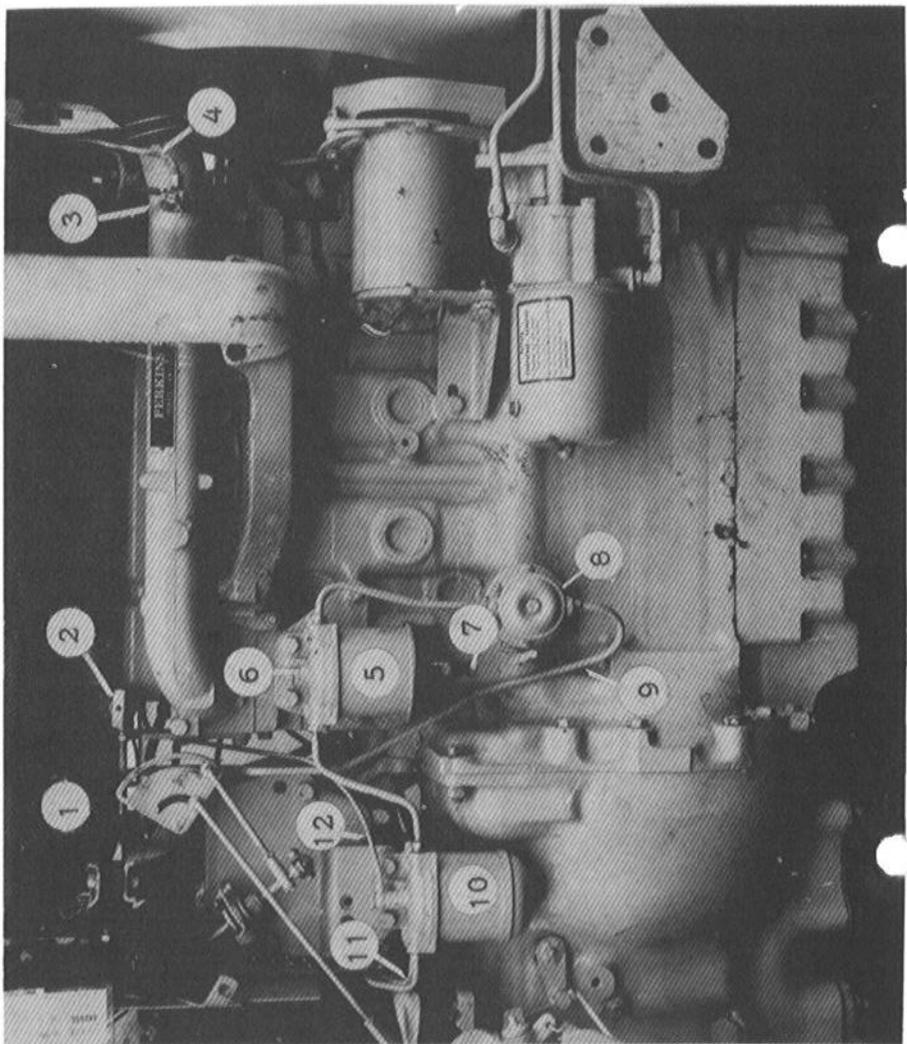
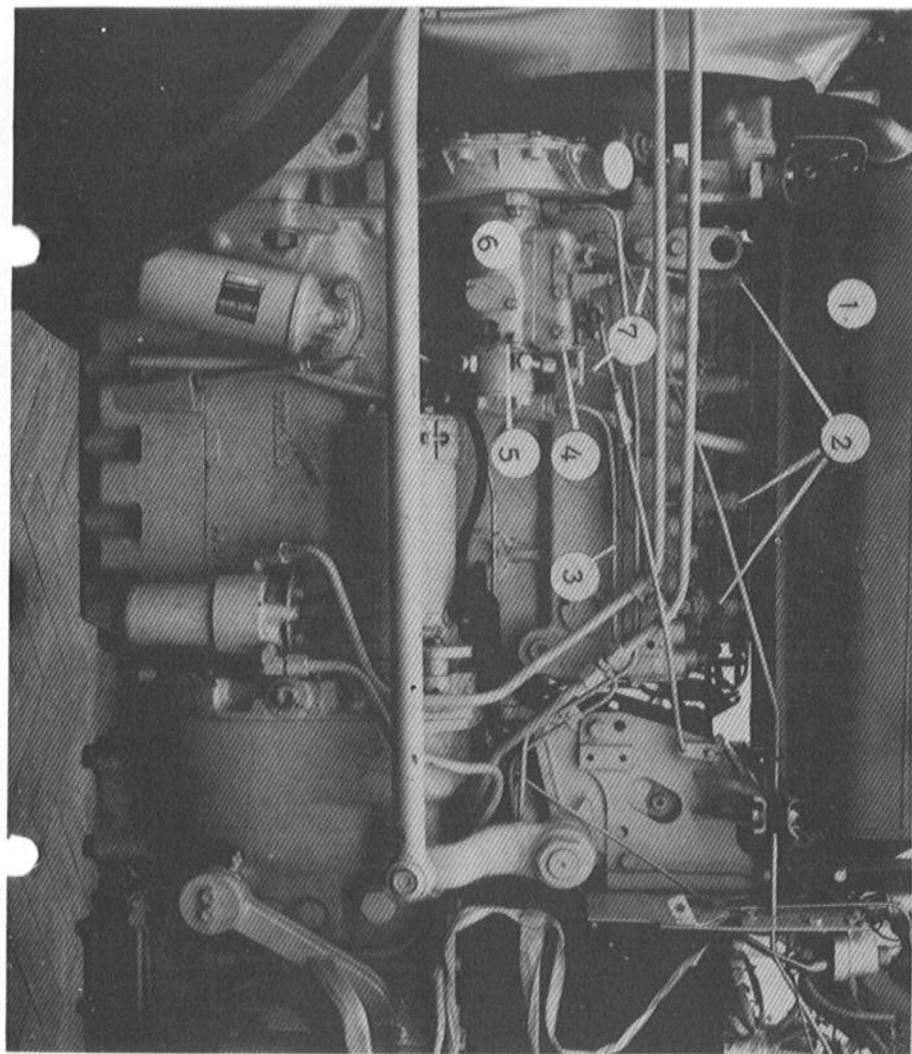

Bild 139
Bild 140
3. Entlüftungsschraube auf dem ersten Kraftstofffilter (Bild 139, -6) lösen und Hebel der Kraftstoffförderpumpe (Bild 139, -8) betätigen, bis Kraftstoff blasenfrei an der gelösten Entlüftungsschraube austritt. Entlüftungsschraube wieder festziehen.
4. Abflußleitung des zweiten Kraftstofffilters lösen (Bild 139, -11) und Kraftstoffförderpumpe betätigen, bis der Kraftstoff blasenfrei austritt.
5. Die beiden Entlüftungsschrauben (Bild 140, -4 und 5) am Pumpengehäuse lösen und Hebel der Kraftstoffförderpumpe (Bild 139, -8) betätigen, bis Kraftstoff blasenfrei an den beiden Entlüftungsschrauben austritt. Während der Handhebel weiter betätigt wird, die untere und dann die obere Schraube wieder anziehen.
6. Entlüftungsschraube am Anschlußstück der Verteiler-einspritzpumpe lösen, Kraftstoffförderpumpe (Bild 139, -8) betätigen und - sobald Kraftstoff blasenfrei an dem Gewinde austritt - wieder festziehen.
7. Überwurfmutter an den Einspritzdüsen lösen (Bild 140,-2).